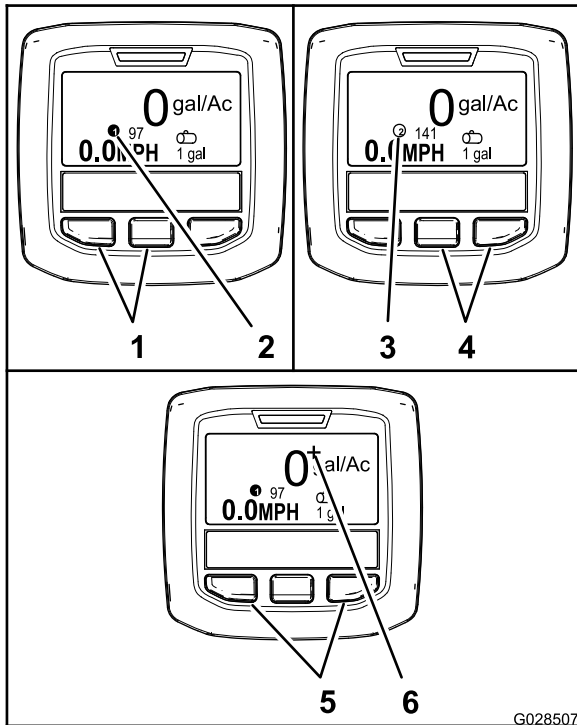

Figure 56
- Pour sélectionner le débit d'application 1, appuyez sur les 2 boutons de gauche de l'InfoCenter (Figure 56).
- Pour sélectionner le débit d'application 2, appuyez sur les 2 boutons de droite de l'InfoCenter (Figure 56).
- Pour intensifier temporairement le débit d'application, appuyez de manière prolongée sur les 2 boutons extérieurs (Figure 56).